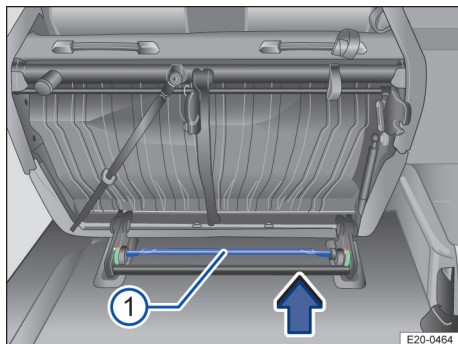
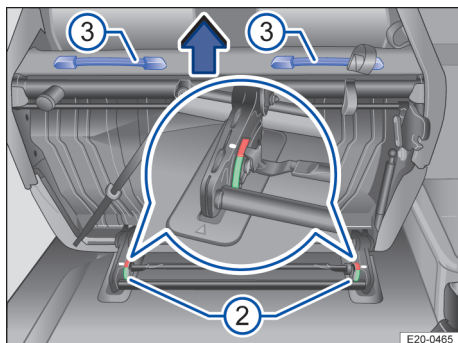

Fig. 69 Al doilea rând de scaune: demontarea banchetei cu două locuri.
Fig. 70 Al doilea rând de scaune: demontarea banchetei cu două locuri.
3. Trageți tija → fig. 69 ① în direcția indicată de săgeată până când ambele indicatoare de blocare → fig. 70 ② se află în zona roșie.